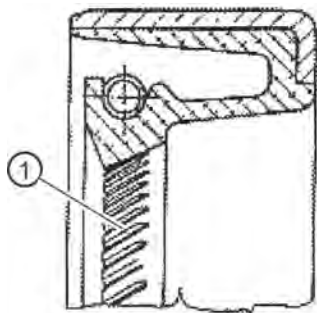
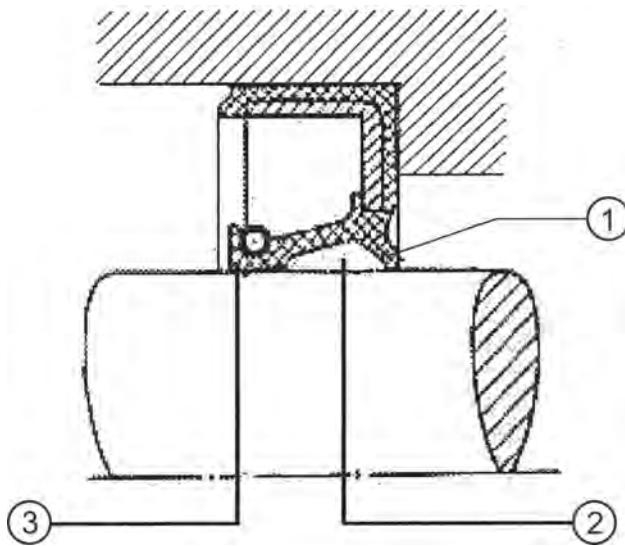

Abbildung 8: RWDR mit Dralllippe an der Dichtlippe
Abbildung 9: RWDR mit Fettfüllung
11. Achtung : Falls ein Radialwellendichtring mit Schutzlippe (Abbildung 9) verwendet wird, darf der Raum zwischen Schutzlippe und Dichtlippe bei Radialwellendichtringe mit Drall (Abbildung 8) nicht mit Fett gefüllt werden, da ansonsten der hydrodynamische Rückfördermechanismus gestört wird. Bei Radialwellendichtringe ohne Drallrippen ist eine Fettfüllung von Vorteil.